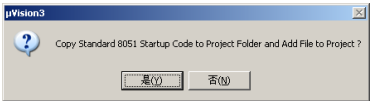

图 36-13 “μ Vision3” 对话框
- (3) 单击 “确定” 按钮，此时弹出 “μ Vision3” 对话框，如图 36-13 所示。单击 “是” 按钮，完成工程的建立。
- (4) 选择 “File” → “New” 命令，新建一个程序文件，并保存为 *.c 文件。可以在其中输入程序代码。